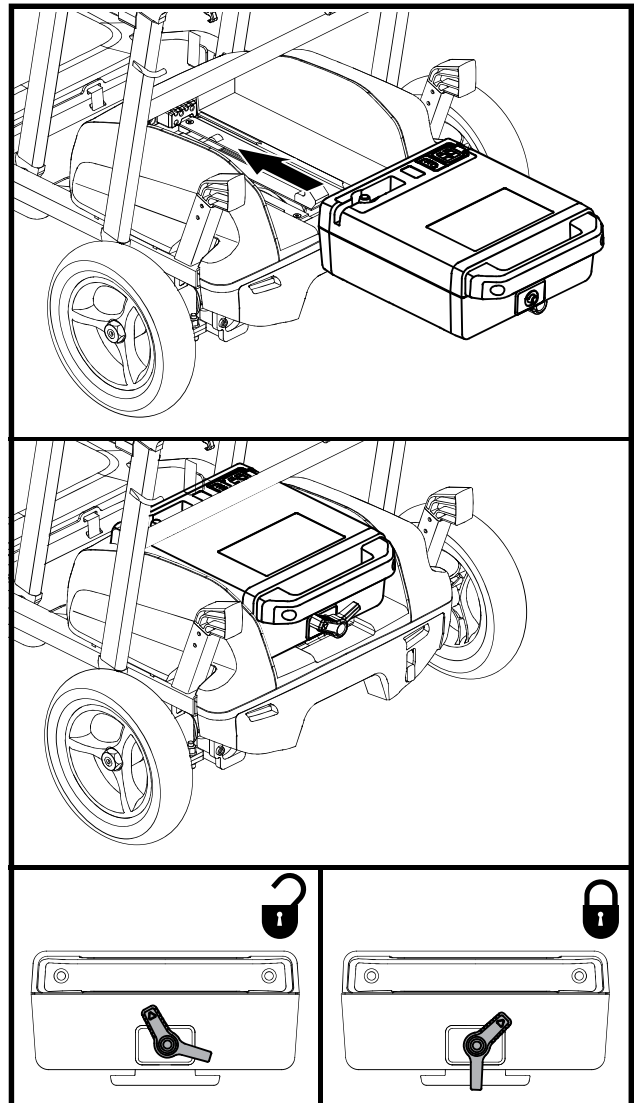

Figure 11. Retrait/installation de la batterie
Pour changer la batterie, voir la figure 11:
2. Installez la batterie si nécessaire. **Voir figure 11.**